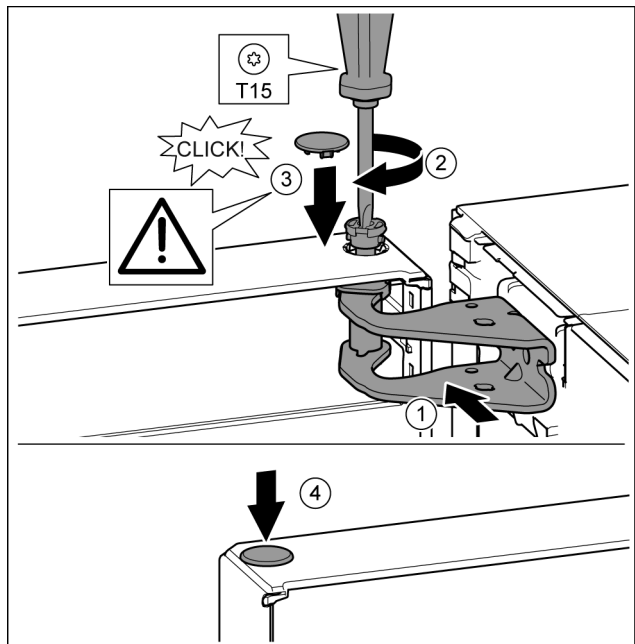

Fig. 20
- ▶ Fent igazítsa a csapágybak nyílására az ajtót. Fig. 20 (1)
- ▶ Helyezze be a csapot, és a T15 csavarhúzóval húzza meg. Fig. 20 (2)
- ▶ Az ajtó biztosítása érdekében szerelje fel a biztonsági fedelet: Helyezze fel a biztonsági fedelet, és ellenőrizze, hogy felfekszik-e az ajtóra. Egyébként a csapszегet teljesen helyezze be. Fig. 20 (3)
- ▶ Helyezze be a dugót. Fig. 20 (4)